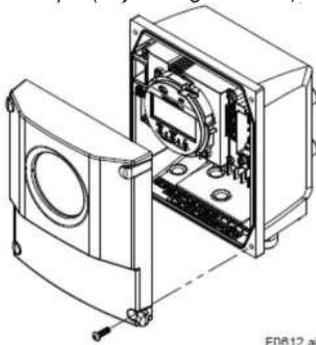

Figura 6.3.3 Removendo a tampa
(1) Remova a tampa (veja a Figura 6.3.3).